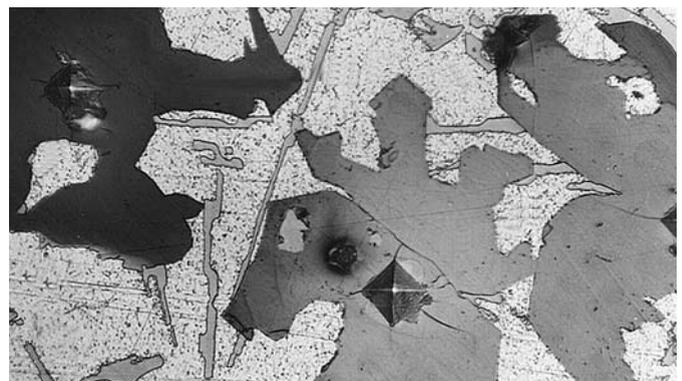

Abb. 3: Kompakte AlMnFeSi-Ausscheidungen
2. Nachsetzen von kalten Masseln und Kreislaufmaterial führt zu örtlichen Unterkühlungen in der Schmelze, wodurch sich die Oxidschläuche der Masseln und des Kreislaufmaterials nicht einwandfrei von der Schmelze trennen. Seigerungen treten auf, wobei Mangan die Ausscheidung harter Kristalle begünstigt. Es entstehen bei Legierungen mit höherem Fe-Gehalt zerklüftete bis kompakte, hexagonale AlFeMnSi-Kristalle mit der Größe 10–100 µm. Die Mikrohärtigkeit dieser Kristalle beträgt 200–750 (Abb. 3), bei den kompakten sogar darüber.